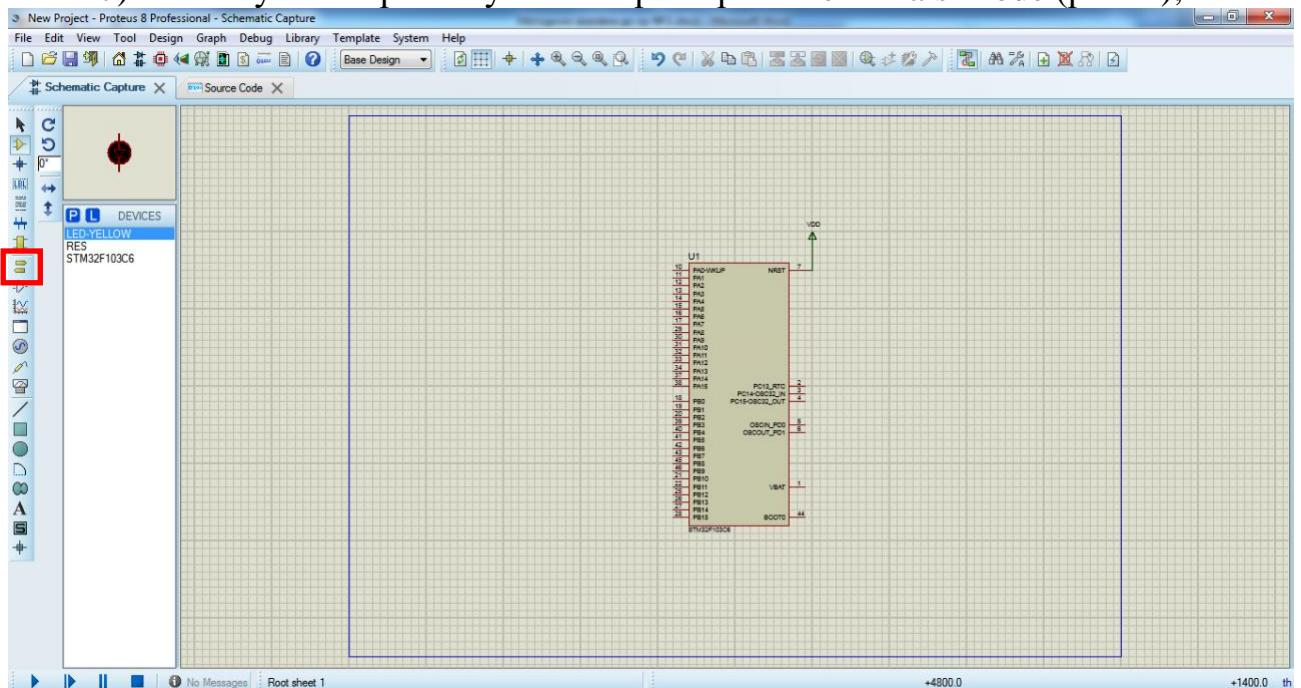

Рис.4
7) в лівому меню режиму селектора обрати Terminals Mode (рис. 4);